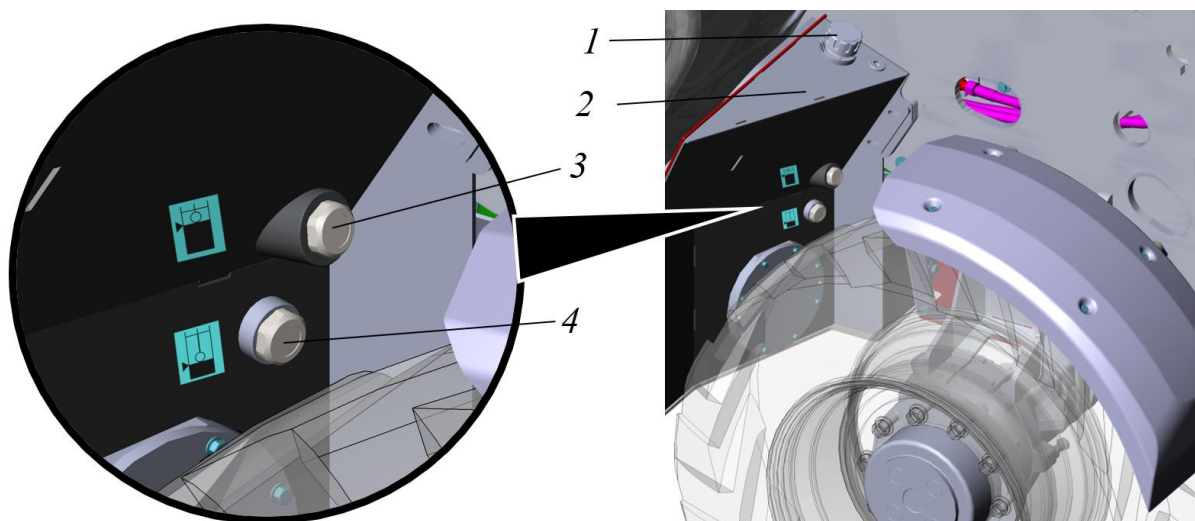

Рисунок 5.42. Проверка уровня масла в гидравлическом баке
Смотровые окна уровня гидравлического масла врезаны в стенку бака, см. рис. 5.42. Доступ к ним реализован с левой стороны за кабиной оператора. Верхнему-нормальному (**max**) значению соответствует уровень гидравлического масла, закрывающий на половину верхнее смотровое окно 3. Минимальному (**min**) соответствует уровень гидравлического масла закрывающий на половину нижнее смотровое окно. Проверку уровня проводить на опущенной стреле и втянутых штоках гидроцилиндров.
- ▶ Снять крышку-сапун 1 (рис. 5.42) предварительно очистив крышку и область рядом с крышкой от загрязнений.
- ▶ Сбросить внутреннее давление в гидробаке, приоткрыв крышку-сапун наливной горловины, см. поз. 1, рис. 5.42.